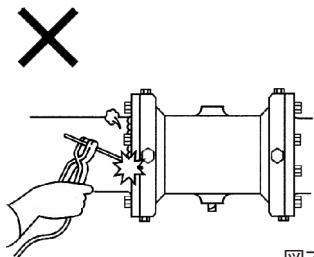

図7
- ⊘** J. バルブを取り付けてからのフランジ溶接は絶対に避けてください。熱でゴムスリーブが損傷します。(図7)